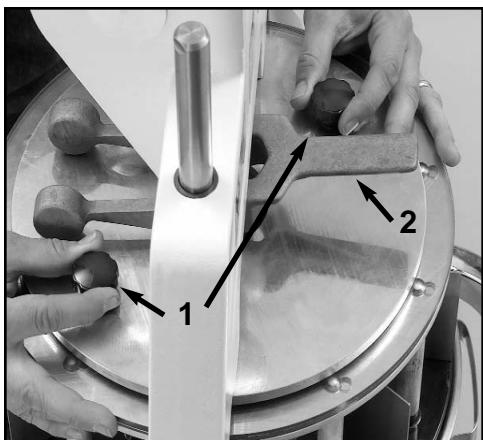
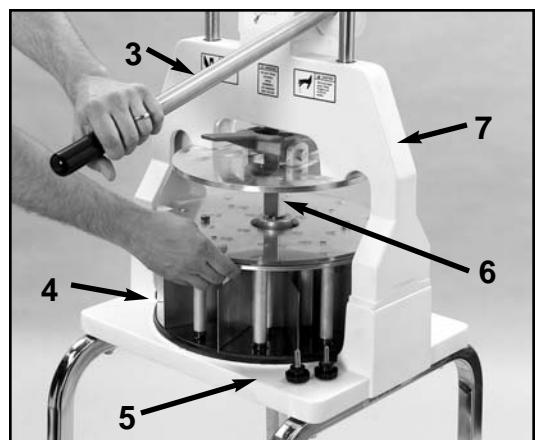

Figura 1
Figura 2
Paso 1: Remueva la Cacerola y completamente afloje & remueva ambos **Bultos Negros** (Item 1, Figura 1).
Paso 2: Empuje para abajo la **Palanca de Tropezo** con su mano izquierda (Item 2, Figura 1). Al mismo tiempo que detenga la **Palanca de Tropezo**, abaje la **Asa de Operación** con su mano derecha (Item 3, Figura 2) hasta la **Asamblea Superior** (Item 4, Figura 2) este acerca de 1/4 pulgadas de la Base (Item 5, Figura 2).
Paso 3: Suelte la **Palanca de Tropezo** con su mano izquierda y agarre la **Asamblea Superior** (Item 4, Figura 2). Girando la **Asamblea Superior** 1/4 polegadas hasta que caiga en la Base (Item 5, Figura 2). Levante el **Asa de Operación** a posición completamente vertical.
Paso 5: Lave el Marco de la máquina (Item 7, Figura 2) usando un paño húmedo y uno jabón ligero.
Paso 7: Próximo paso, empuje para abajo la **Alavanza de Tropezo** con tu mano izquierdo (Item 2, Figura 1) y detenga. Mientras esta deteniendo la **Alavanza de Tropezo** abajo, estire el **Asa de Operación para abajo** con tu mano derecha (Item 3, Figura 1) hasta la clave (Item 6, Figura 2) abaje dentro de la abertura de la **Unidade Cortadora de Masa**. Puede ser que tenga que ajustar la alineación superior um poco para permitir que la clave abaje completamente dentro de la cabeza. (Asemblea Superior).